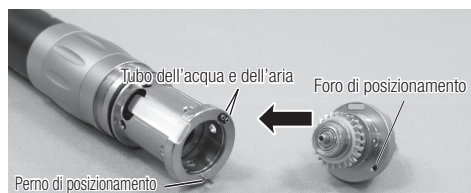

Fig. 17
- (3) Quando si inserisce una nuova cartuccia, allineare i tubi dell'acqua e dell'aria e il perno di posizionamento con i fori situati nell'alloggiamento della cartuccia e inserire la cartuccia in linea retta. (Fig.17)
- (4) Infine, serrare il contenitore della cartuccia.